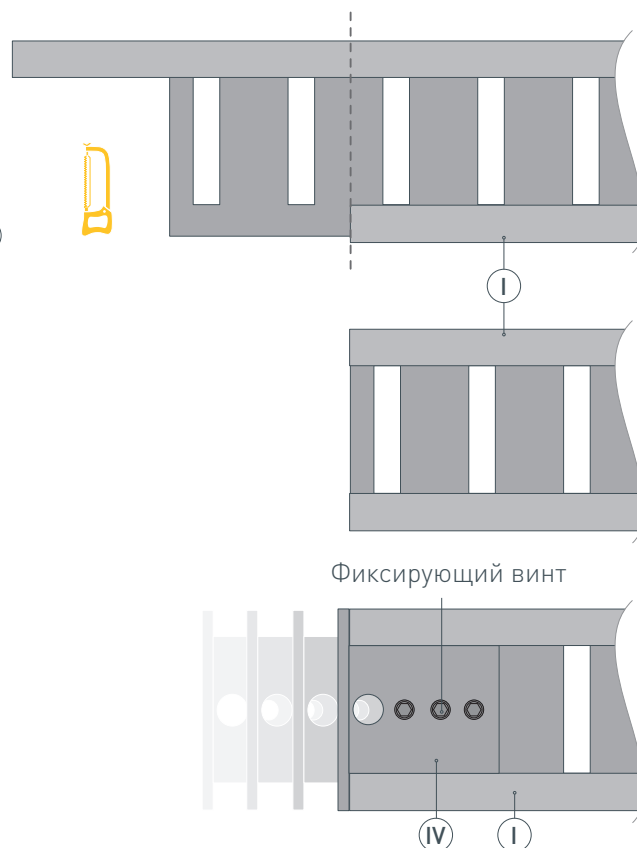

Рис. 4. Обрезка лишних частей профиля **I** и установка заглушки. Вид сверху
- 3 /** При помощи ножовки по металлу уберите лишние части внутреннего профиля и внешних стенок, которые образовались при создании дуги на том конце профиля **I**, где не установлена заглушка, чтобы все части конструкции шли вровень, как показано на рис. 4.